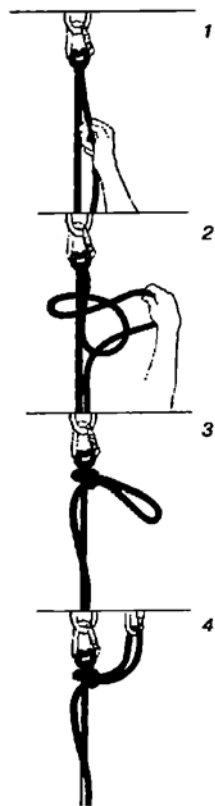

Рис. 12. Закрепление веревки с помощью рифового узла
- закрепить спусковые веревки (веревку) с помощью аварийной системы (полиспаста), либо завязав рифовый узел (рис. 12);